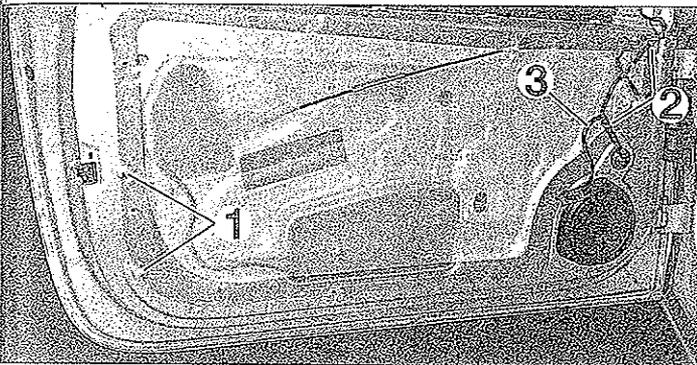

FIG. 55
las dos grapas de freno (1) del guarnecido interior (fig. 55).